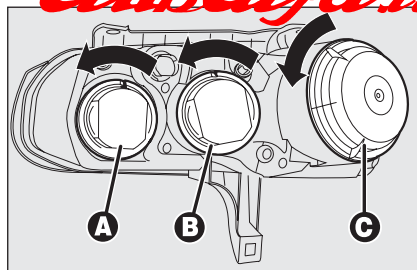

fig. 22
La disposizione delle lampade del gruppo ottico **fig. 22** è la seguente:
- ☐ ruotare in senso antiorario il coperchio **A-fig. 22**;
- ☐ ruotare in senso antiorario il coperchio **B-fig. 22**;
- ☐ ruotare in senso antiorario il coperchio **C-fig. 22**;